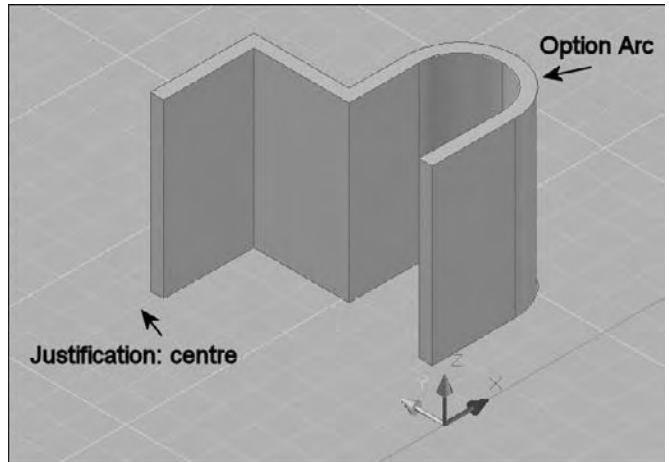

Fig.3.27
- 6] Appuyez sur ENTREE pour terminer (fig.3.27).